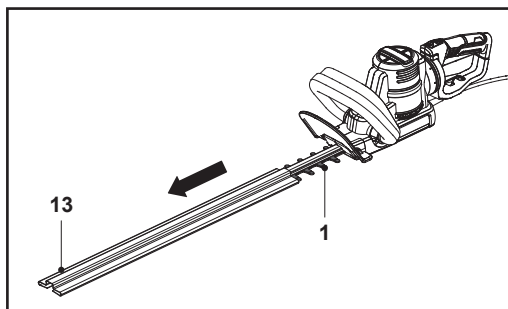

Fig. 1
1. Retire la cubierta de la hoja (13) del dispositivo de corte (hoja) (1) antes de utilizar el cortasetos (Fig. 1).
2. Guarde la cubierta de la hoja (13) de forma segura.